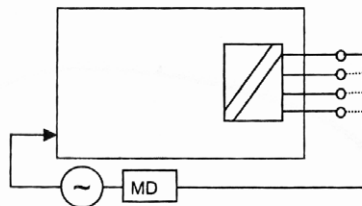

Bild 6.26: Messung des Ersatz-Patientenableitstromes bei Geräten mit interner Stromversorgung, Prinzipschaltbild
Bei Geräten mit interner Stromversorgung wird der Ersatz-Patientenableitstrom zwischen dem Gehäuse (oder berührbaren leitfähigen Teilen) und den Patientenanschlüssen jedes Anwendungsteiles gemessen, siehe Bild 6.26.
- ▶ Schließen Sie den UNITEST TELARIS 0751 mit dem Netzanschlusstecker (1) an eine funktionsfähige und ordnungsgemäß angeschlossene Schutzkontakt-Netzsteckdose an.
- ▶ Stellen Sie den Drehschalter 'Messfunktion' (15) auf die Schalterstellung 'IEPA'
- ▶ Stellen Sie mittels der Taste LIMIT (7) den Grenzwert für den Ersatz-Patientenableitstrom ein, Grenzwert siehe Tabelle 5, Seite 49.
- ▶ Stecken Sie den Netzstecker des Prüflings in die Prüfsteckdose (3), siehe Bild 6.26.
- ▶ Drücken Sie die Taste "Start" (9). Das blinkende Symbol für die Messeinheit im Display signalisiert den aktuellen Messvorgang.
- ▶ Lesen Sie den Messwert von der LC-Anzeige (6) ab. Das Symbol 'LIMIT' (21) zeigt bei eingeschalteter Grenzwertanzeige eine Unterschreitung des Grenzwertes an.
-  Die Messergebnisse können durch Drücken der Taste Speichern (10) abgespeichert werden. Hinweise zu Speichern von Messwerten siehe Abschnitt 7.1 und 7.2.